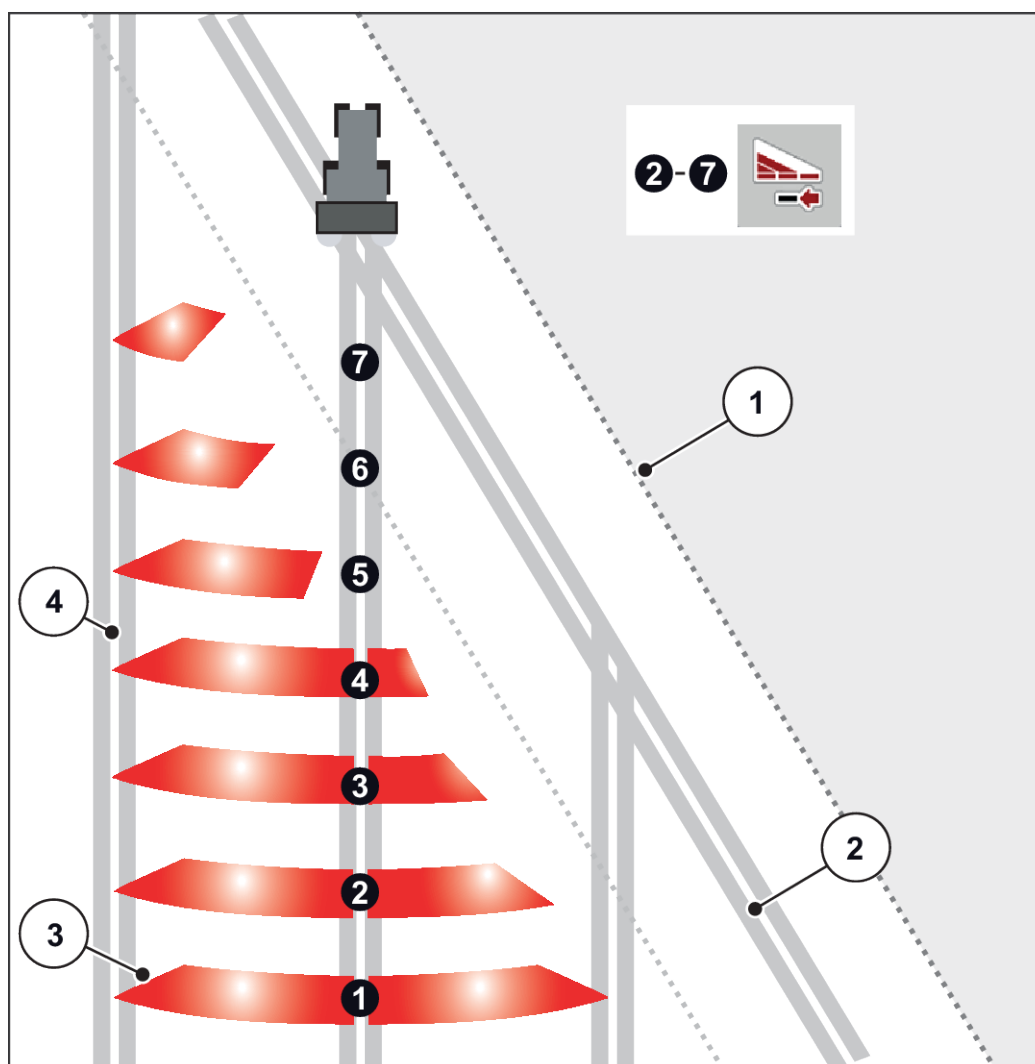

Fig. 46: Automatisk delbredeaktivering
- Delbreddeaktivering er mulig udefra og ind eller indefra og ud. Se Fig. 46 Automatisk delbreddeaktivering.